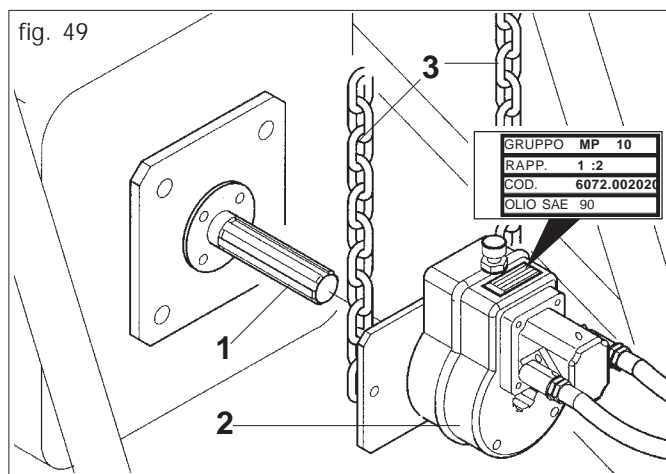

fig. 49
A motore spento e trattore bloccato, collegare correttamente tutti gli innesti rapidi. Pulire ed ingrassare la presa di forza del trattore (1 Fig. 49). Innestare il moltiplicatore (2) nella presa di forza dell'attrezzatura come in Figura 48. Verificare il corretto accoppiamento, bloccare la rotazione del moltiplicatore con le catene in dotazione (3) agganciandole ad una parte fissa del trattore.